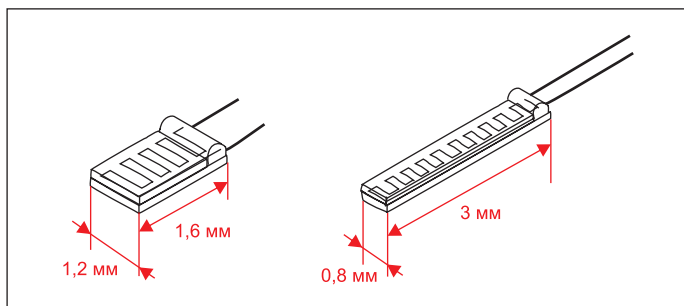

Рис. 7. Габариты выводных тонкопленочных термосопротивлений минимального размера
- миниатюрный размер. Еще одним уникальным свойством тонкопленочных датчиков является возможность изготовить миниатюрные выводные датчики — компания IST выпускает термосопротивления Pt100, Pt500 и Pt1000 размером всего 1,2×1,6 мм, а также датчики размером 0,8×3 мм, которые могут быть установлены в трубки и узкие корпуса диаметром от 1 мм (рис. 7).